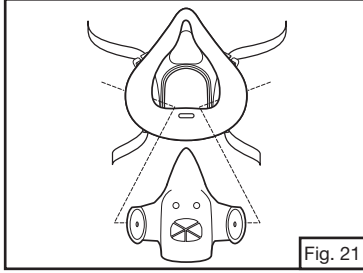

Fig. 21
2. Jale el sello facial del Cartucho/Portafiltro 3M™ 7586 (Fig. 21).